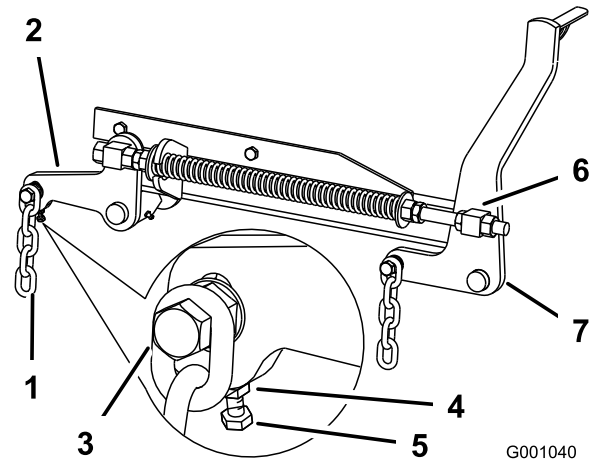

Figure 76
7. Si la distance mesurée au point **B** ou **C** n'est pas correcte, desserrez le boulon de fixation de la chaîne arrière au bras de support arrière (Figure 76).
8. Desserrez l'écrou de blocage sous le bras de support arrière et agissez sur le boulon de réglage de manière à obtenir une distance de 80 à 83 mm (3-1/8 à 3-1/4 pouces) (Figure 76).
7. Desserrez d'environ 13 mm (1/2 pouce) les écrous de blocage à l'avant des pivots avant gauche et droit (Figure 76).
8. Réglez les écrous de relevage sur les côtés gauche et droit de la machine de manière à abaisser l'avant de 6 à 10 mm (1/4 à 3/8") au point **A** par rapport au point **B** à l'arrière (Figure 76).